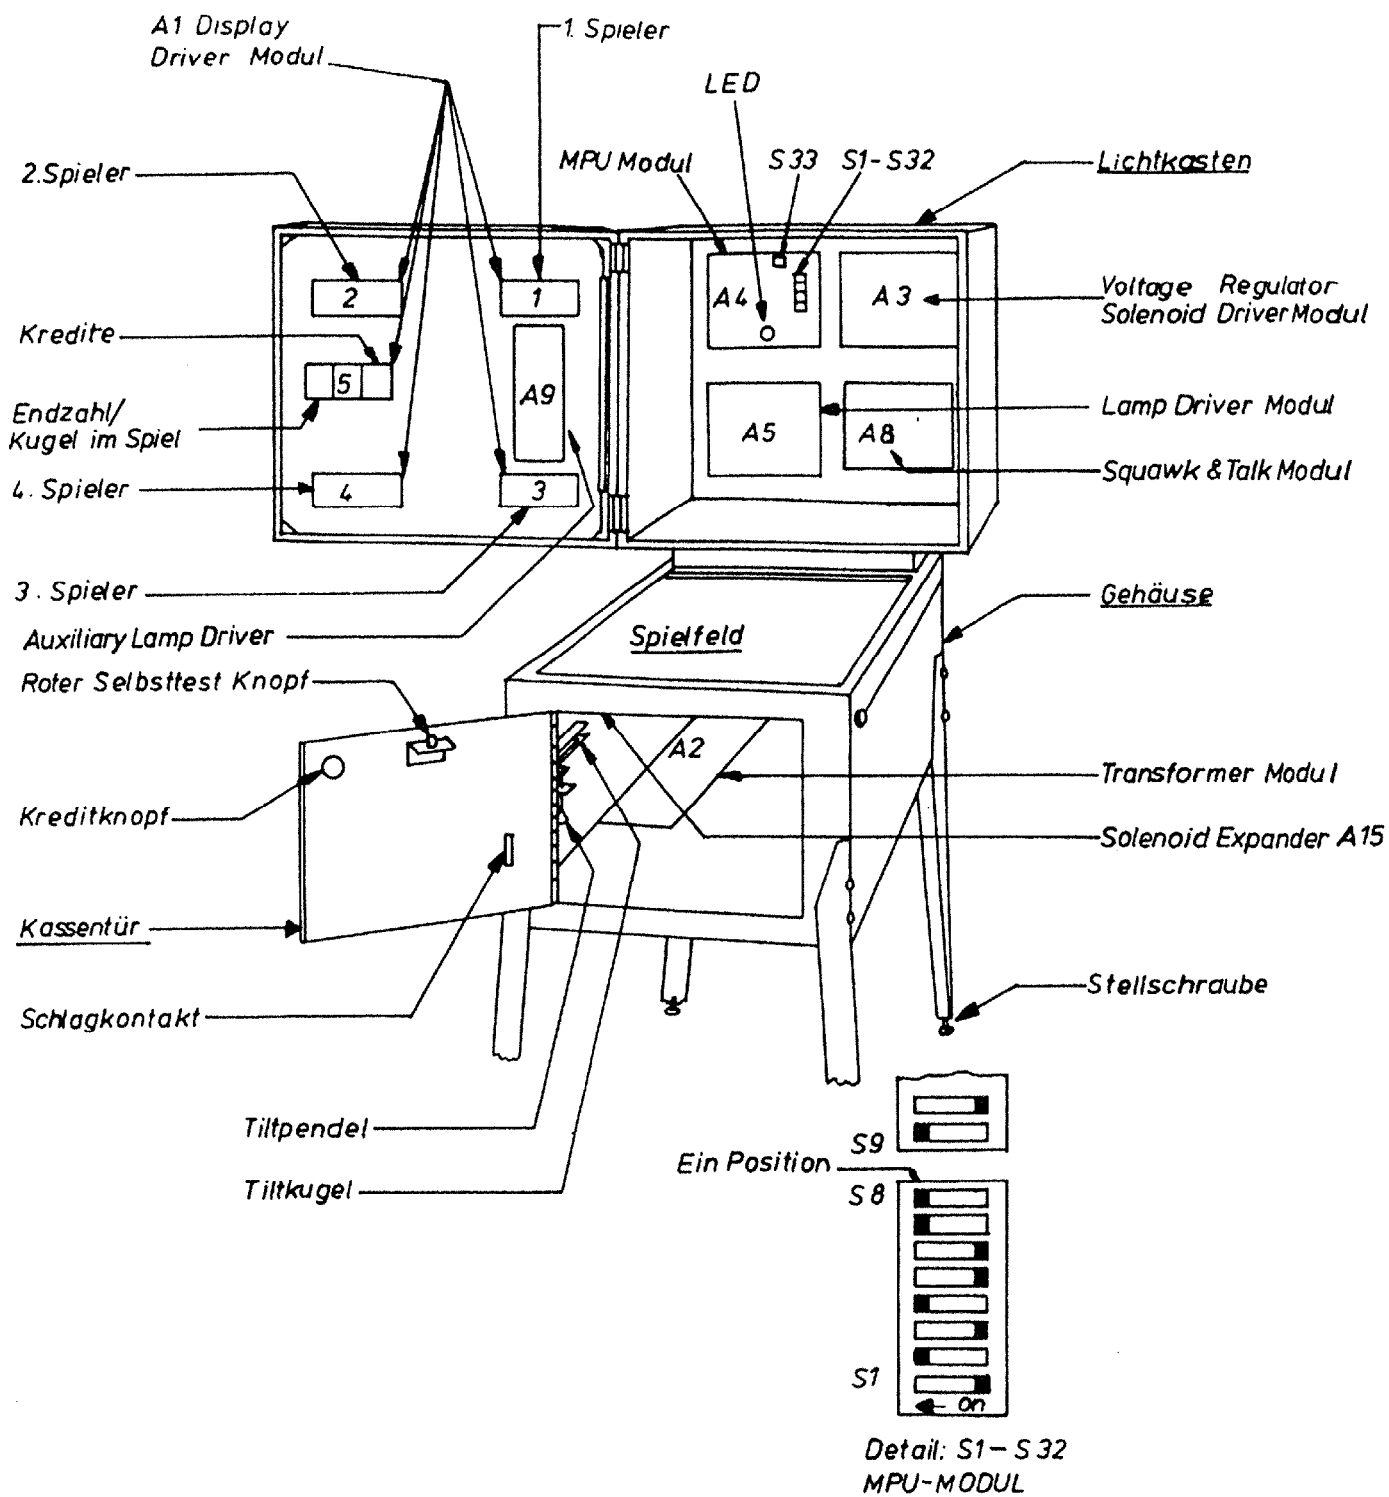

Abb. 1 Modullageplan
- 1) Drücken des Selbsttest-Knopfes an der Kassentür startet den Selbsttest-Ablauf (siehe Abb. 1). Alle angesteuerten Lampen blinken ständig.
Durch die gute Konstruktion des Gerätes ist die Fehlersuche einfach zu handhaben. Es werden verschiedene, einfache Verfahren beschrieben, die den größten Prozentsatz der eventuell am Gerät auftretenden Fehler beinhaltet. Sie sind für einen Aufsteller am Aufstellplatz geschrieben und erfordern Modulaustausch (s. Abb.1). Die Symptome und die durchzuführenden Arbeiten werden für jede Art von Problemen angegeben.